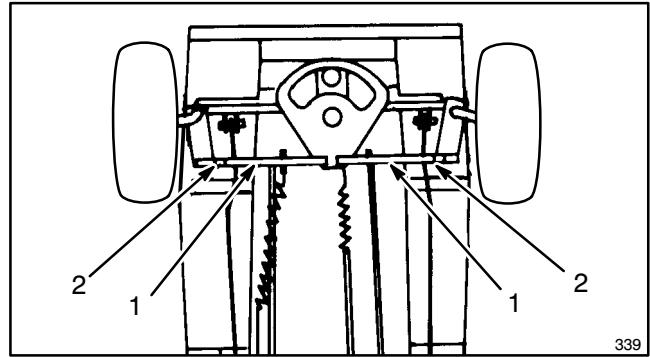

Figure 28
- Pour aligner les roues avant, desserrer le contre-écrou et tourner la barre d'accouplement jusqu'à ce que l'axe entre l'avant des roues (d') fasse de 1,5 mm à 6,3 mm moins que l'axe entre l'arrière des roues avant (d'') (Figs. 28 et 29).